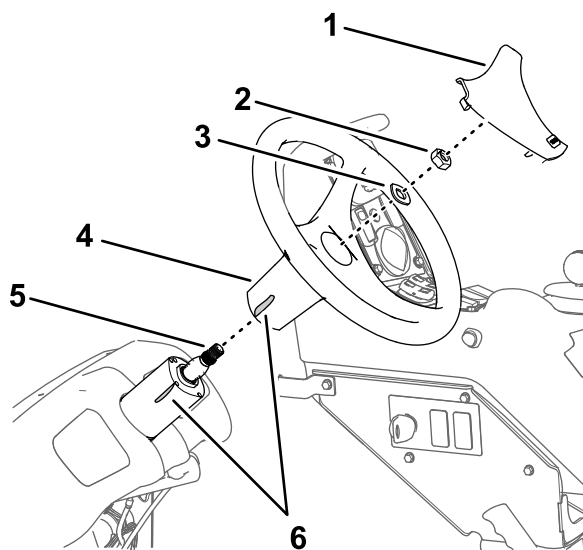

Figura 159
1. Segnate la posizione del volante sulla valvola di sterzo con un pezzo di nastro adesivo (Figura 159).
2. Rimuovete il coperchio dal volante (Figura 159).
3. Rimuovete il dado (5/8") e la rondella (5/8") che fissano il volante alla valvola di sterzo e rimuovete il volante (Figura 159).